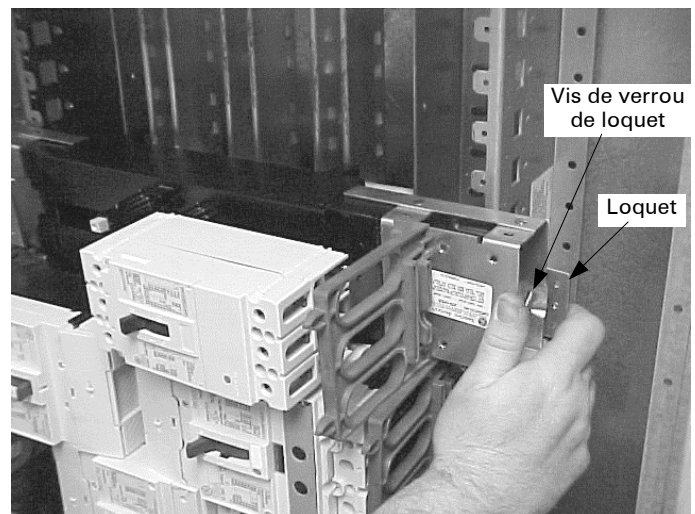

Figure 6. Pour positionner le module de disjoncteur.
- 4. Positionner le module de disjoncteur.** Relâcher les vis de loquet de rail et rétracter entièrement les loquets. Aligner les doigts servant de guide sur les deux extrémités du module avec les encoches dans les rails de l'intérieur du panneau, comme montré à la Figure 6.